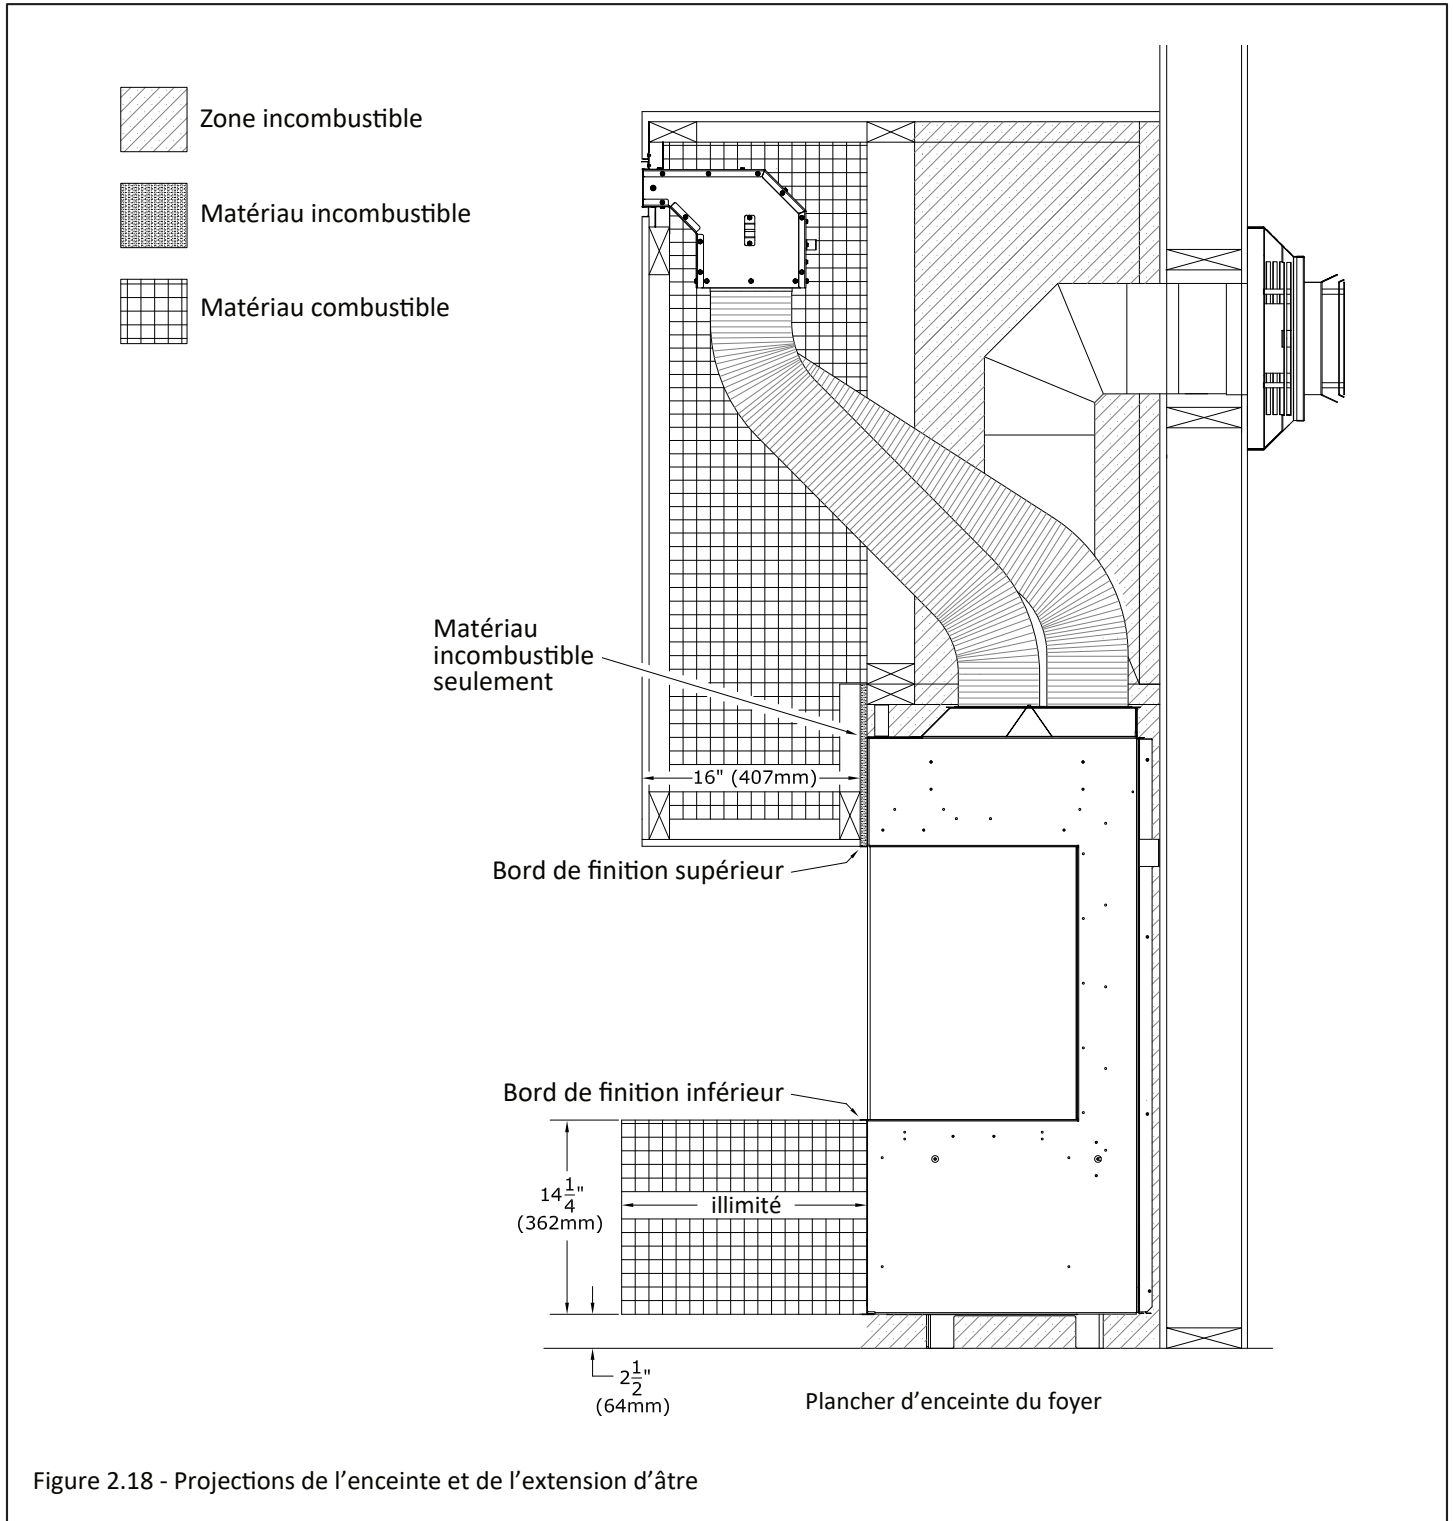

Figure 2.18 - Projections de l'enceinte et de l'extension d'âtre
- **Projection d'enceinte combustible:** Une projection d'enceinte maximum de 16 po (406 mm) peut être installée (affleurer) à 0 po (0 mm) des bords de finition supérieurs situés à l'avant et au côté du foyer. Voir la Figure 2.18.
La Figure 2.18 montre le kit KZK installé dans une projection d'enceinte ayant 16 po (406 mm) de projection à l'avant du foyer. Cette projection de 16 po (406 mm) peut aussi s'appliquer à toute projection d'enceinte au côté du foyer.